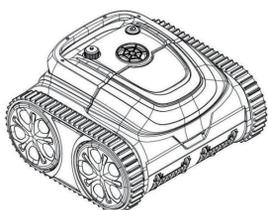
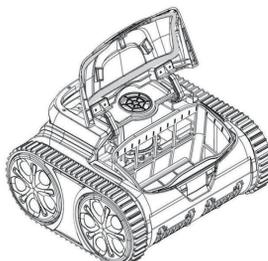

Figure 4-1
Figure 4-2
4.3.1 Sortez le boîtier de filtre: mettez le nettoyeur sur le rivage, ouvrez le couvercle à la main comme indiqué sur la figure(Figure 4-1), et le boîtier de filtre est illustré sur la figure(Figure 4-2).